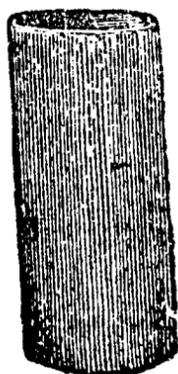

Рис. 129.
2) Стаканъ, или *пористый цилиндръ*, онъ же часто называется *диафрагмою*. Это особаго рода цилиндръ, пустой, съ дномъ, готовится специально для гальваническихъ элементовъ изъ слабо обожженной фарфоровой глины, и дѣлается на фарфоровыхъ заводахъ; онъ долженъ быть вышиною равенъ вышинѣ наружной банки (рис. 129).